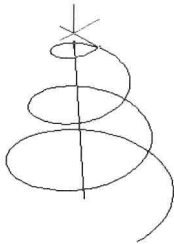

图 8-2-22
(5) 命令行提示“指定螺旋高度或 [轴端点 (A) / 圈数 (T) / 圈高 (H) / 扭曲 (W)] <1.0000>”，输入高度值，按 Enter 键，或者移动十字光标，可向上或向下拉出螺旋线的高度，单击鼠标，确定高度后的效果如图 8-2-22 所示。